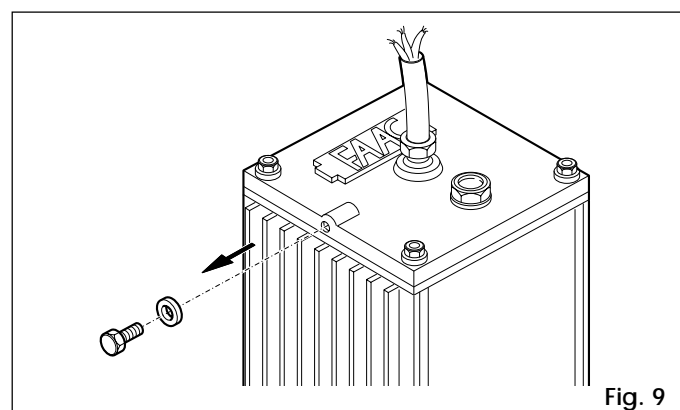

Fig. 9
- 3) **Togliere e conservare le viti di sfiato come da Fig.9.**